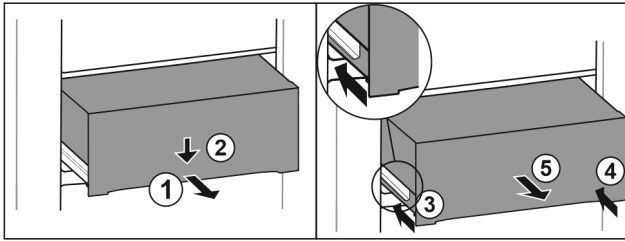

Fig. 176
- ▶ Lade er half uittrekken. Fig. 176 (1)
- ▶ Schuiflade aan de voorzijde omlaag drukken. Fig. 176 (2)
- ▶ Linker rail ca. 2 cm inschuiven. Fig. 176 (3)
- ▶ Rechter rail ca. 2 cm inschuiven. Fig. 176 (4)
- ▶ Lade naar voren toe verwijderen. Fig. 176 (5)